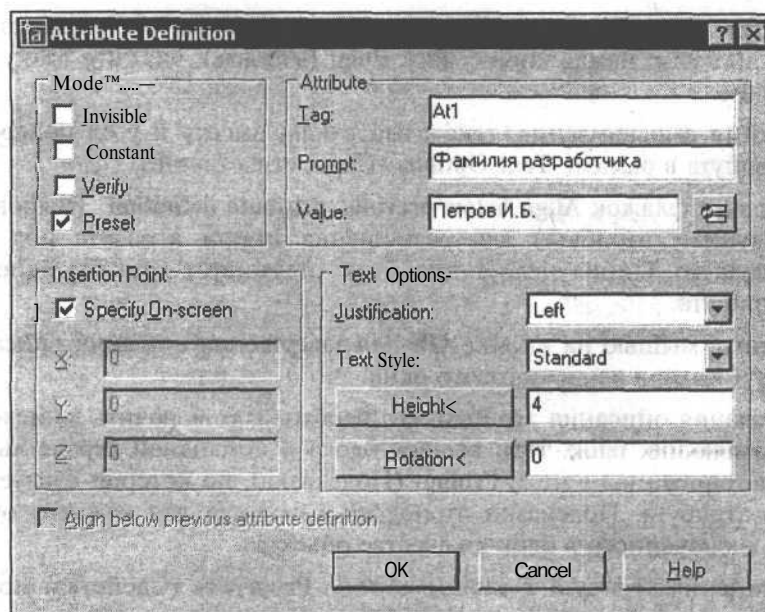

Рис. 17.7. Диалоговое окно описаний атрибута
1. Откройте выпадающее меню **Draw** (Рисование) и выберите из него **Block** (Блок), а затем из дополнительного меню — **Define Attribute** (Задание атрибутов). Появится диалоговое окно **Attribute Definition** (Описание атрибута) (рис. 17.7).